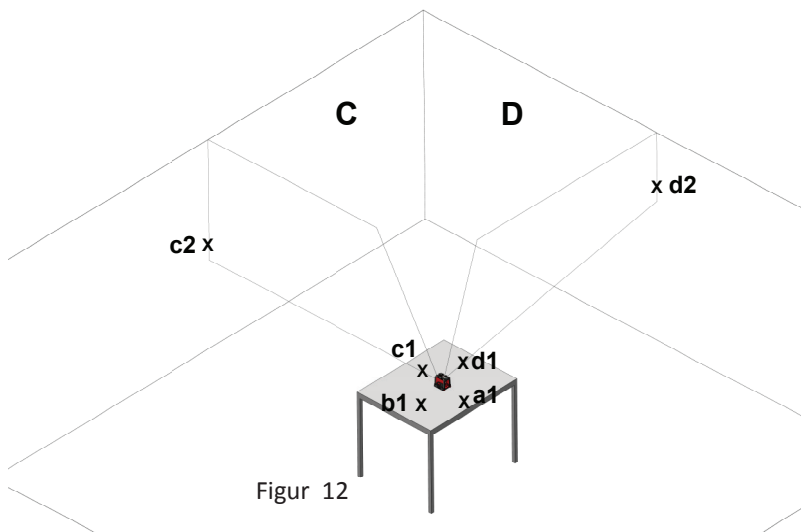

Figur 10
- 4) Markera centrum för den vertikala sidostrålen på två ställen: punkt **b1** på bordet bredvid laserpasset och punkt **b2** på vägg B (se figur 10).